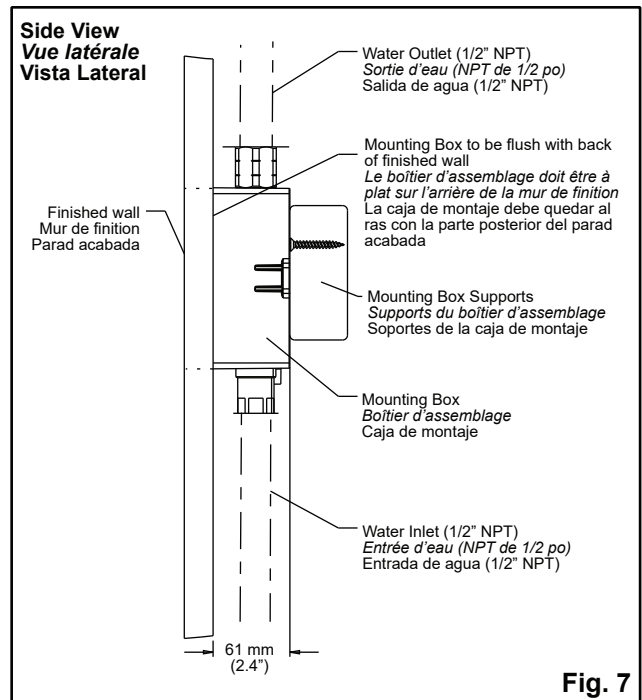

Fig. 7
3. Mounting box to be secured to the bracing using wood screws (supplied by others) through the plastic backing of the mounting box. See Figure 7.
3. Le boîtier d'assemblage doit être fixé à la barre de renforcement à l'aide des vis à bois (fournies par d'autres fabricants), à travers le dos en plastique du boîtier d'assemblage. Voir la figure 7.